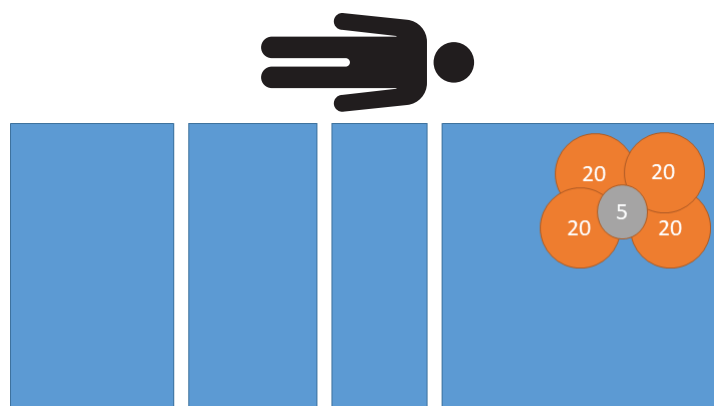

Figura 16 – Ensaio de excentricidade - 85 kg cabeça à direita
4. Utilizando pesos calibrados, coloque 85 kg na cabeça, à direita do produto (Figura 16).